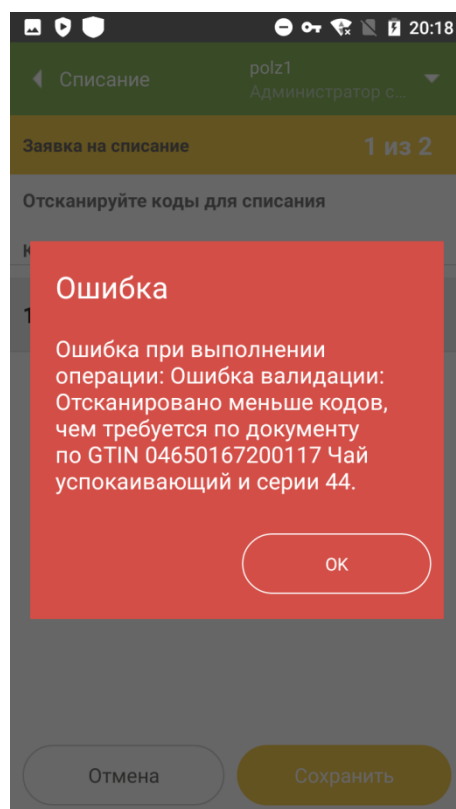

Рисунок 17.15
- 2.3.1. Если были отсканированы не все коды по операции, появится сообщение об ошибке (Рисунок 17.15). Вернуться на шаг 2.2.